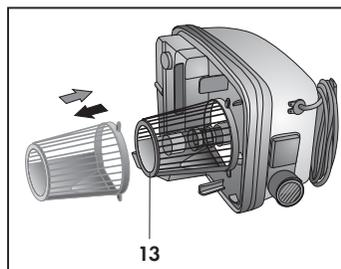

Fig. 19
**A espuma eventualmente formada no depósito de recuperação (G) pode impedir o funcionamento correcto da válvula flutuante de segurança. O enchimento excessivo do depósito de recuperação provoca o fecho da válvula flutuante de segurança; o utilizador poderá perceber esta condição pelo aumento de rotações do motor e pela falta de aspiração.**
Todas as vezes que fizer a limpeza da parte inferior do aparelho, limpe o filtro (13) tirando-o e lavando-o com água a correr (Fig. 19).